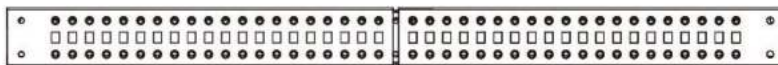

Figure 2
3. Wsuń lewe wsporniki narożne i prawe wsporniki narożne do wewnątrz wzdłuż sekcji środkowych i wyrównaj sekcje środkowe z otworem w lewym i prawym wsporniku narożnym. (Rysunek 2).